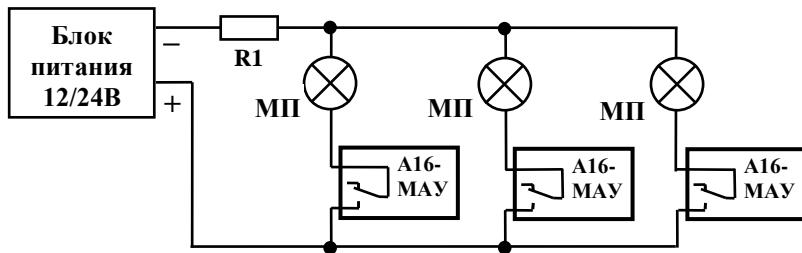

Рис.5. Схема подключения модулей пожаротушения ("МП") с контролем исправности цепи каждого модуля и с веерным включением модулей.
6.1.20. При питании нескольких групп модулей от единого источника возможно организовать их веерное включение. Для этого шлейф с модулями пожаротушения необходимо подключить непосредственно к источнику питания через ограничительный резистор R1 (рис.5), а модулям A16-МАУ задать время задержки включения таким образом, чтобы их включение осуществлялось поочередно.